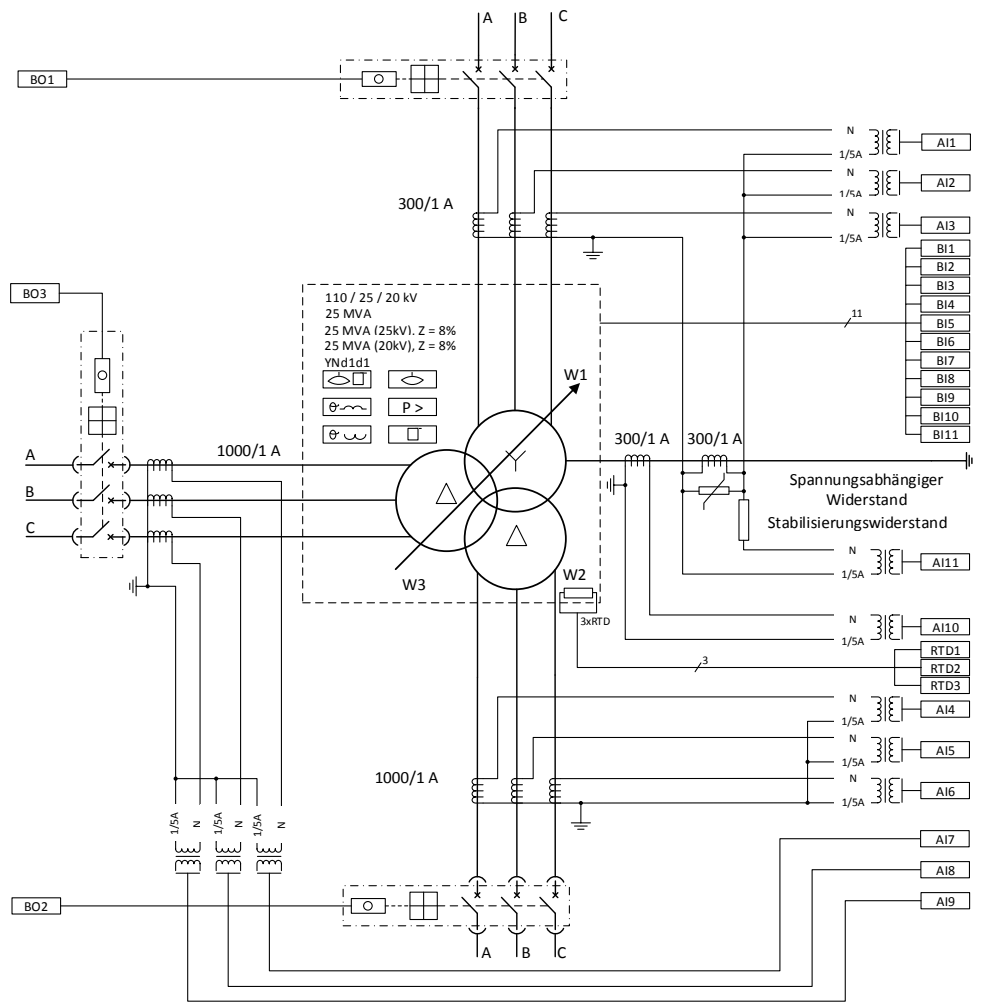

Abb. 16: Relais-Schnittstellen und Stromwandleranschlüsse für den Dreiwicklungstransformator im Beispielfall.
Abbildung 16 zeigt die Anschlussdetails der Analogeingänge (AI), Binäreingänge (BI) und Binärausgänge (BO) des Relais. In diesem Beispiel hat der Leistungstransformator an der HS-Seite (Wicklung 1) einen Laststufenschalter. Die CT-Anschlüsse gemäß Typ 2 (siehe TRxPTDF im Technischen Handbuch), die für den umfassenden Transformatorschutz im Beispielfall benötigt werden, sind ebenfalls dargestellt.